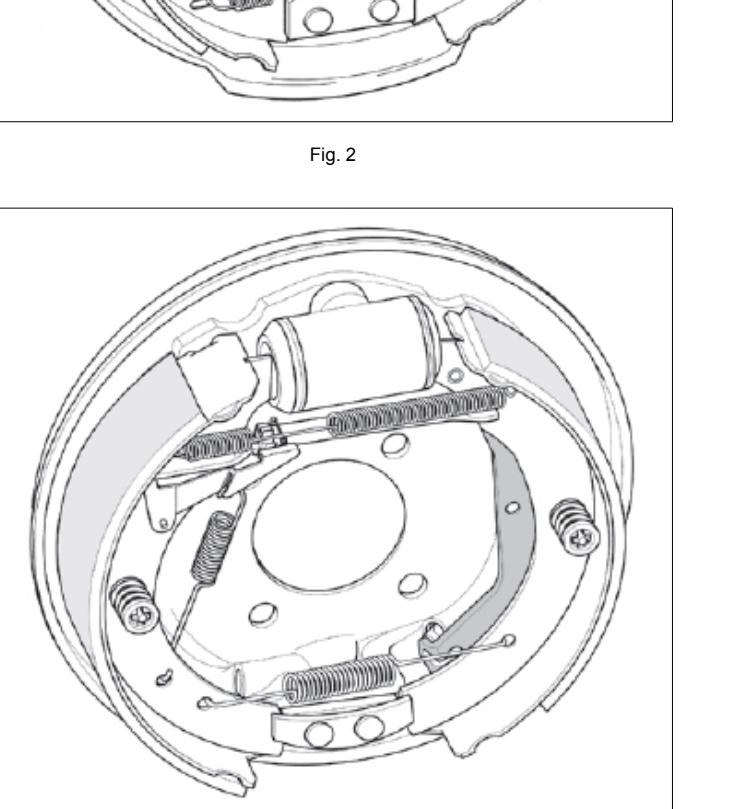

Fig. 4
2. Handbremsebholz einbauen, ebenso wie im Bild 4 dargestellt montieren.